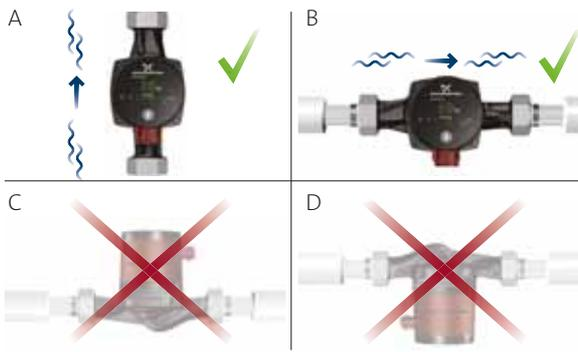

Abb. 2 Position des Schaltkastens
- Pumpe, die ordnungsgemäß in einer vertikal verlaufenden Rohrleitung eingebaut ist. Siehe Abb. 2, Pos. A.
- Pumpe, die ordnungsgemäß in einer horizontal verlaufenden Rohrleitung eingebaut ist. Siehe Abb. 2, Pos. B.
- Bauen Sie die Pumpe nicht so ein, dass sich die Motorwelle in vertikaler Position befindet. Siehe Abb. 2, Pos. C und D.